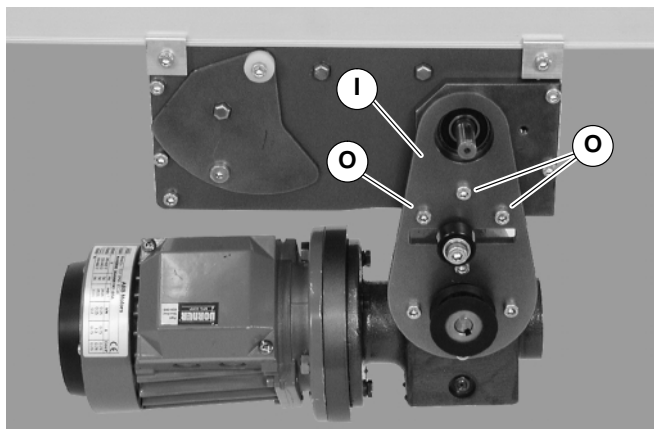

Abbildung 7
4. Installationsbaugruppe (I siehe Abbildung 7) mit Montageschrauben befestigen (O). Lange Schrauben am Boden installieren. Die Schrauben mit 9 Nm festziehen.